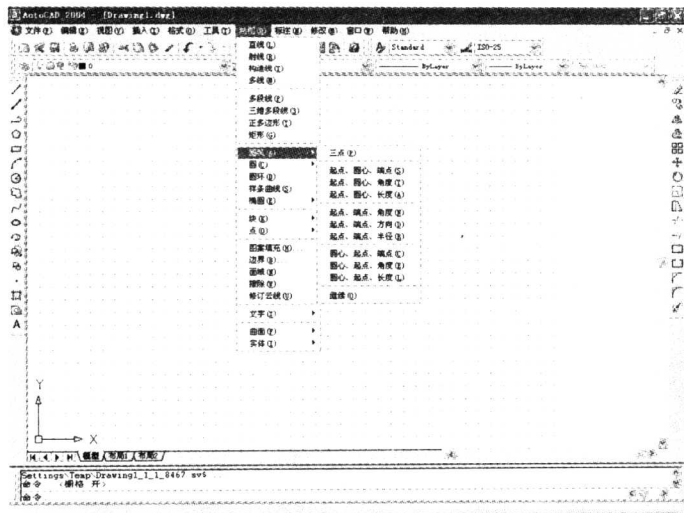

图 1.6 AutoCAD 菜单栏
- 菜单命令中, 右边有三角图标菜单项表示还有子菜单, 如图 1.6 所示。